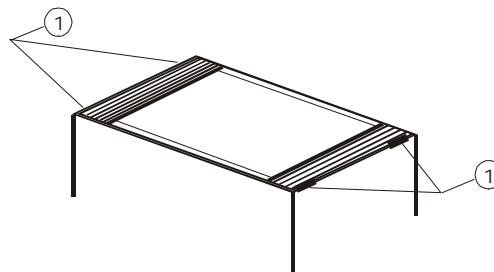

Fig. 4: Sustitución de las pilas
2. Quite las aletas posteriores sobre la cara inferior del instrumento, haciendo palanca en el punto indicado (1) y destornille los 4 tornillos de fijación (ver Fig. 4).